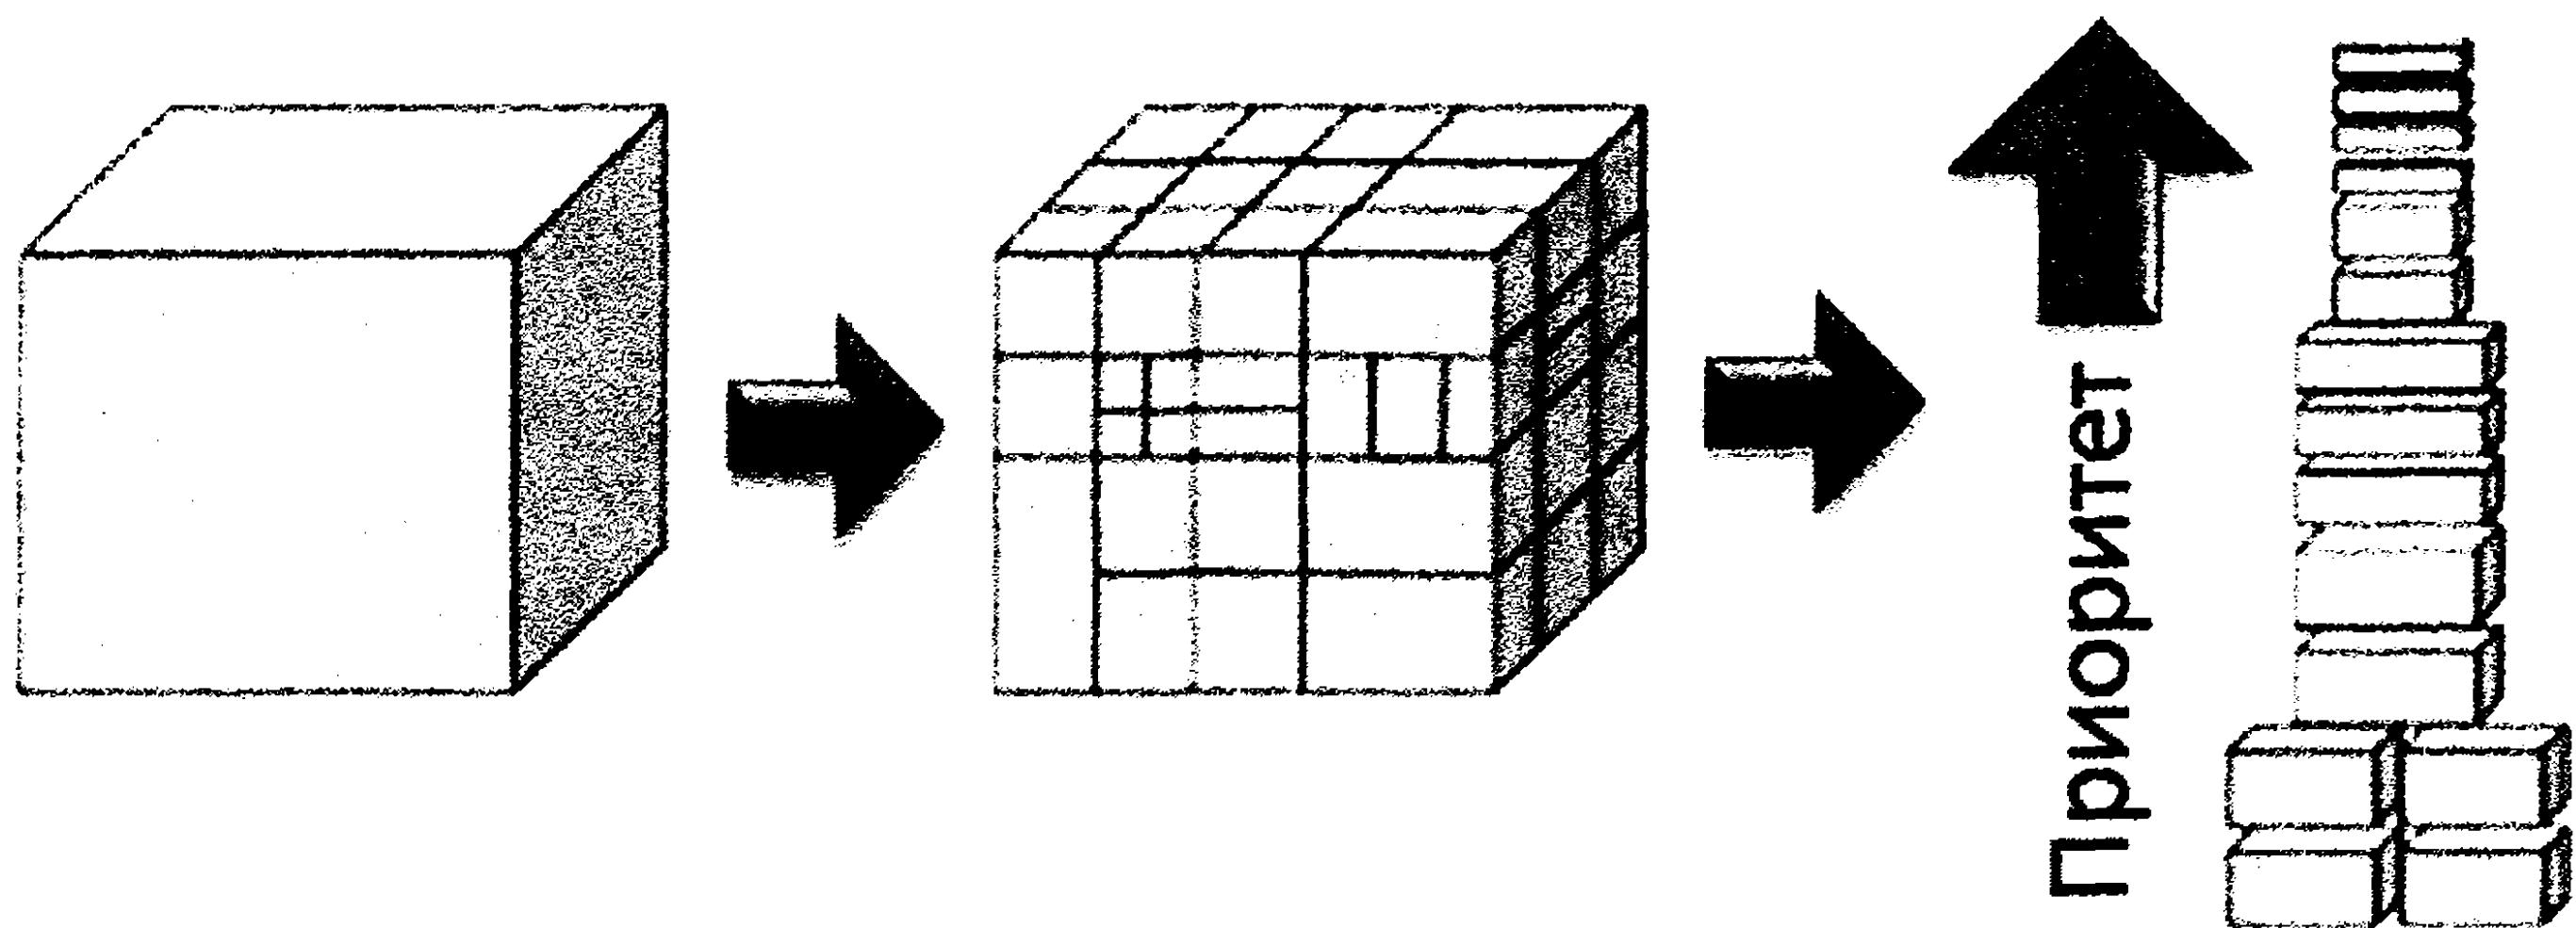

Рис. 2.2. Разбиение работы на компоненты
3. Разделить работу на маленькие конкретные компоненты. Отсортировать этот список по приоритетам и оценить относительный объем работы по каждому элементу (рис. 2.2).